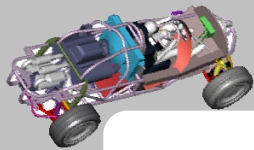

图 14.7 “选择刀具”对话框
(3) 单击 按钮，完成加工区域的设置，同时系统弹出“曲面粗加工挖槽”对话框。
Step6. 选择刀具。在“曲面粗加工挖槽”对话框中单击 按钮，系统弹出“选择刀具”对话框，在该对话框的列表框中选择图 14.7 所示的刀具。单击 按钮，关闭“选择刀具”对话框，系统返回至“曲面粗加工挖槽”对话框。